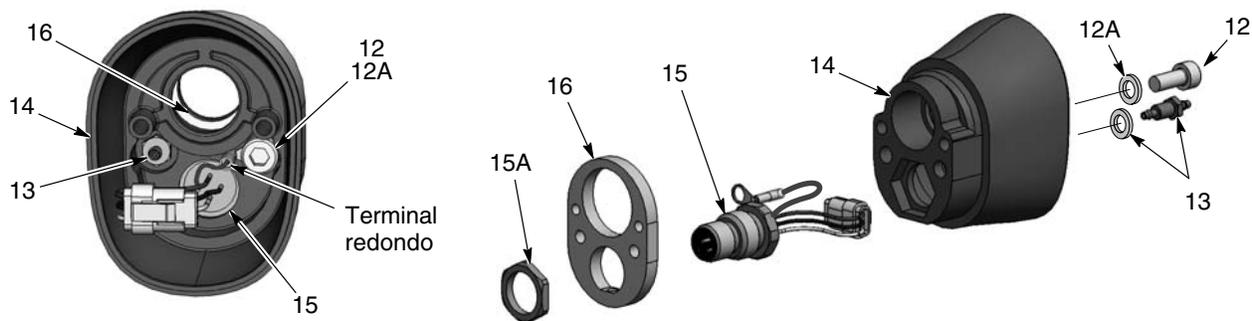

Figura 7-11 Desmontagem de pistola com tubo de suporte 5 de 5
18. Consulte a figura 7-11. Para desmontar o conjunto da parte traseira do corpo, retire o parafuso (12) e a união estriada (13) para fora do interior da parte traseira do corpo da pistola (14). São necessárias uma chave hexagonal de 3 mm e uma chave de caixa de 1/4 in.
19. Retire a porca (15A) da tomada, puxe a placa de ligação à terra (16) para fora da parte traseira do corpo da pistola e desenfie a cablagem da tomada do corpo.